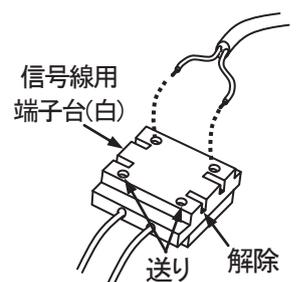

図3 調光信号線の接続
- ・信号線(CPEV 線)を信号線用端子台に確実に差し込み接続する。(図3参照)